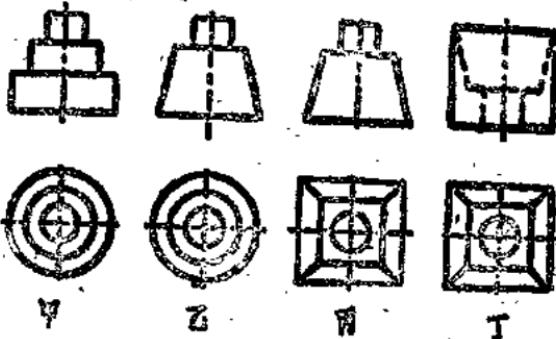

图 1-26
5. 图1-26共是四組图。乙、丙的前视图相同，而顶视图不同，甲和乙、丙和丁的顶视图相同而前视图不同，它们的形状和上面所講的有些相象，不加說明一定可以看得懂（讓大家想一會，倘若有人不懂再指一点綴索）。